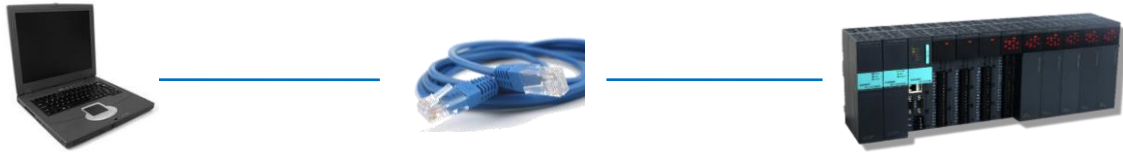

图 2 模块参数下载接线图
1. 将 HPR-RS485 的网口通过以太网线与 PC 机连接，网口 IP 地址与 HPR-RS485 通讯模块的 IP 地址处于同一网段，如图 2 所示；